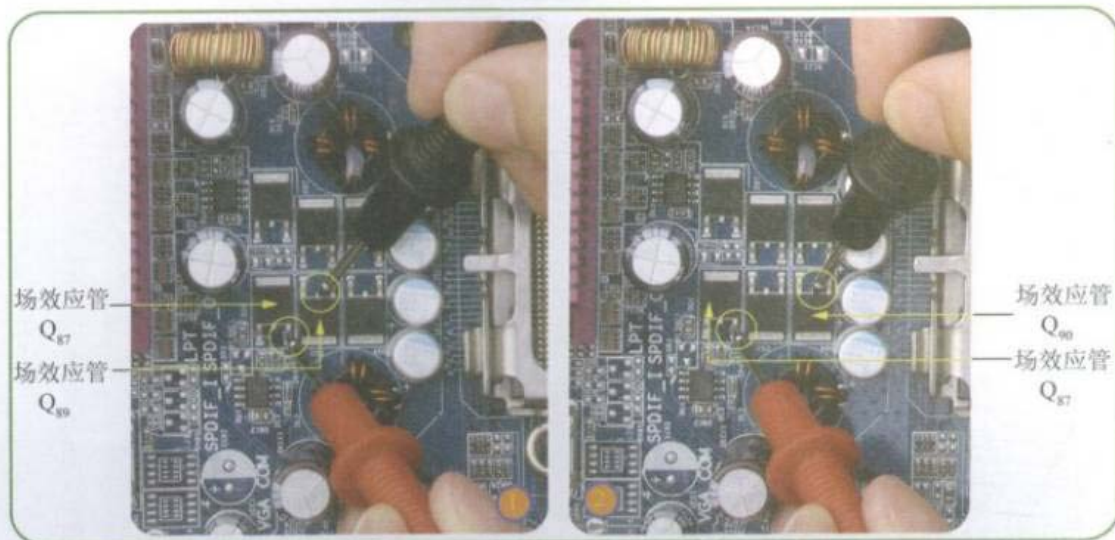

图8-53 测量高端门场效应管与低端门场效应管相连的线路
**Step 01** 将万用表调到“蜂鸣”挡, 测量高端门场效应管  $Q_{87}$  的S极与低端门场效应管  $Q_{89}$  和  $Q_{90}$  的D极相连的线路, 如图8-53所示。